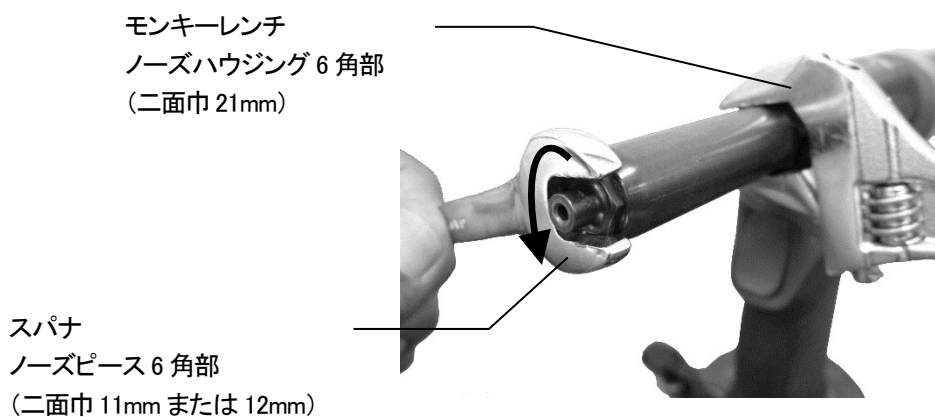

図 7-4
- 1) レンチ及びスパナでノーズピースをノーズハウジングから取り外してください。(図 7-4)